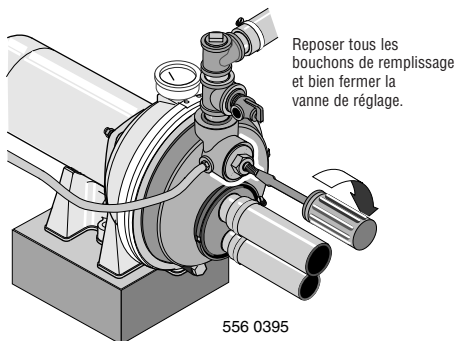

Figure 16 : Amorçage de la pompe
- 2 ° Reposer tous les bouchons de remplissage et fermer complètement la vanne de réglage (voir la Figure 16).